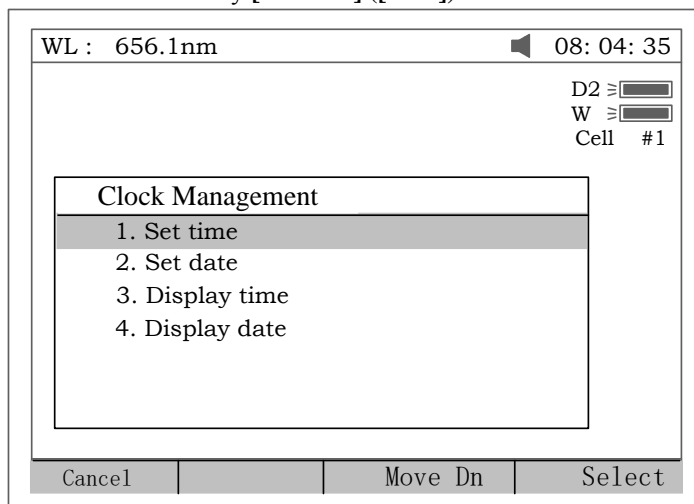
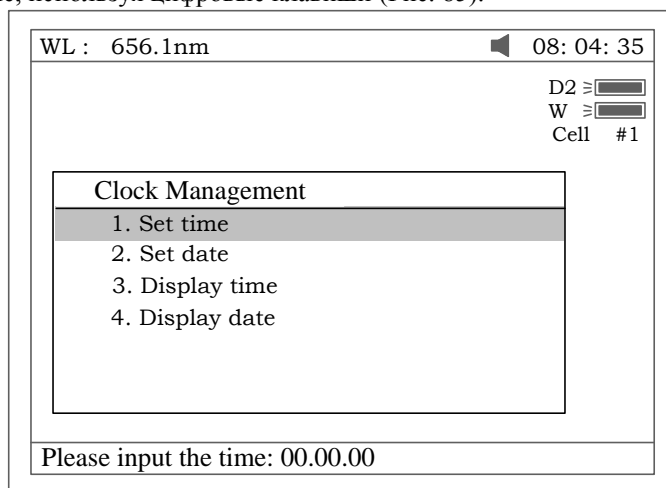
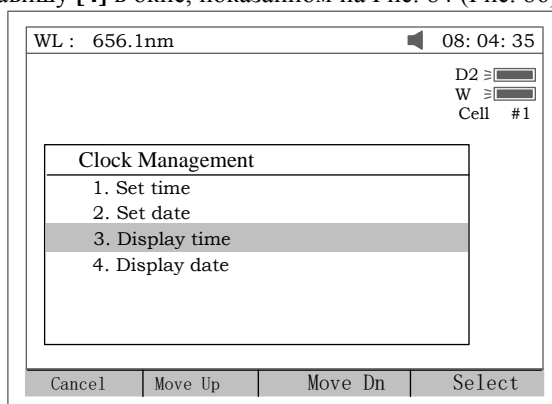

Рис. 84
Рис. 85
Рис. 86
Для настройки параметров и корректировки текущего времени нажмите клавишу [4] в окне, показанном на Рис.72 (Рис. 84). Для отмены нажмите клавишу [Отмена] ([ESC]).
1. Для корректировки текущего значения времени нажмите клавишу [1] в окне, показанном на Рис. 84 и введите новое значение, используя цифровые клавиши (Рис. 85).
2. Для корректировки значения текущей даты нажмите клавишу [2] в окне, показанном на Рис. 84 и введите новое значение, используя цифровые клавиши.
3. Для настройки параметров вывода часов на экране нажмите клавишу [3], а для настройки параметров вывода даты на экране нажмите клавишу [4] в окне, показанном на Рис. 84 (Рис. 86).